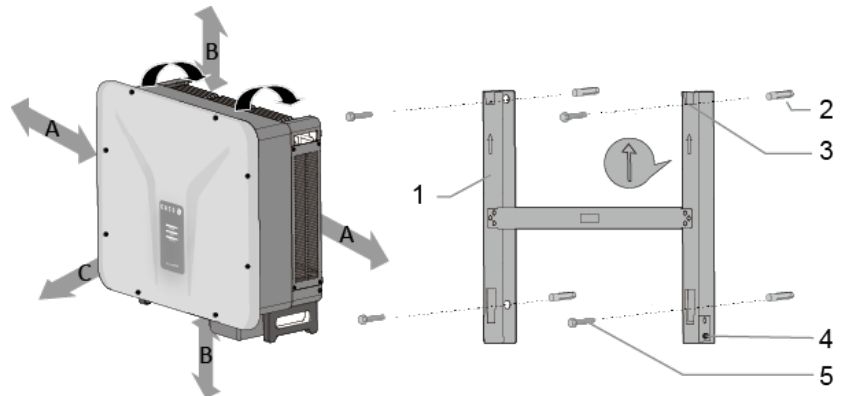

Abb. 9. Montage der Wandhalterung
- Bei der Montage zu beachtende Mindestabstände: [Siehe Fig. 9 auf Seite 12]